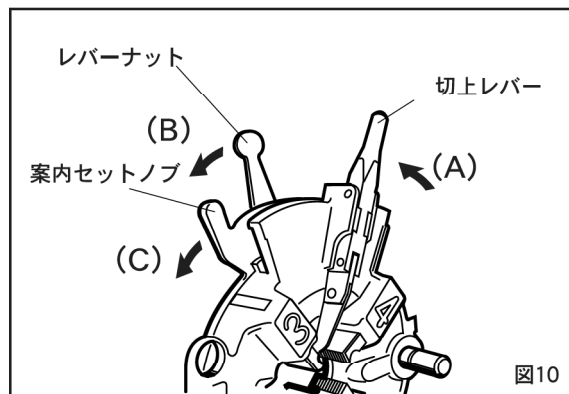

図10
■チェーザの取外しかた (図10)
- ①ダイヘッドをオープン (切上レバーがブロック溝から外れ、チェーザが開いた状態、図10矢印 [A]) にしてください。
- ②レバーナットを緩め [B] 、案内セットノブを [C] 矢印の方向に一杯まで引き、レバーナットを軽く締めてください。この状態で3番と4番のチェーザが取外せます。
- ③ダイヘッドを起すと1番と2番のチェーザが取外せます。
- ④ダイヘッドに書いてある番号にチェーザの番号を合わせ、チェーザノッチにはまりこむまで差し込んでください。
- ⑤案内セットノブを戻してください。チェーザは中心に向かって入っていきます。